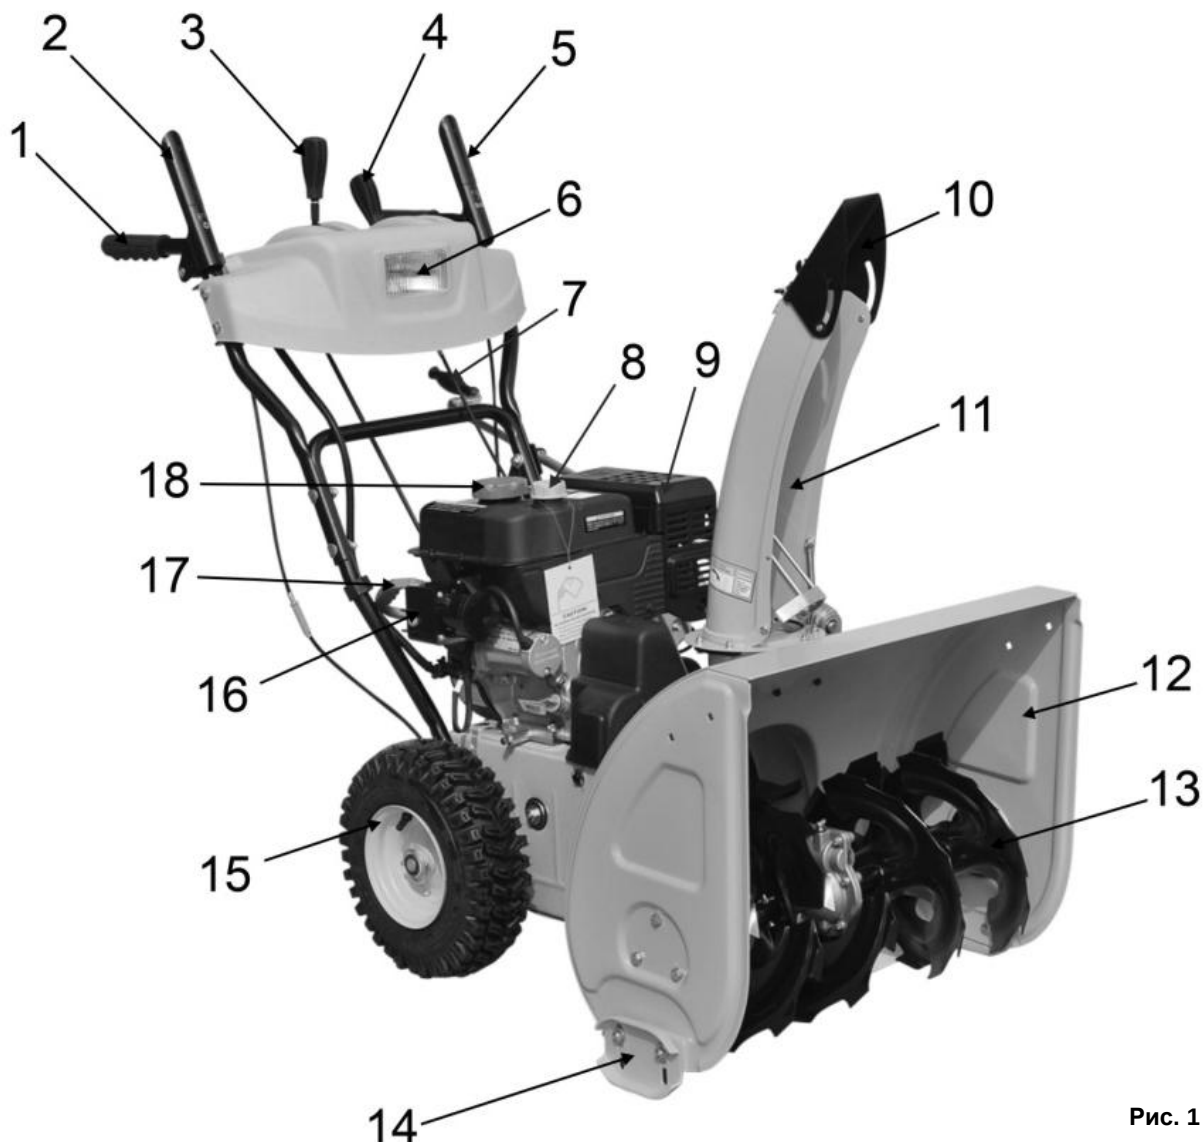

Рис. 1
- Снегоуборщик вращением лопастей шнека (13)(См. Рис.1) убирает снежный покров с ровных площадей, и через снегоотвод (11) выбрасывает его в выбранную сторону.
- Шнек (13)(См. Рис.1) - винтовой механизм в виде стержня с наклонными лопастями, приводимый в действие двигателем. Шнек захватывает, и транспортирует снежную массу внутрь снегоуборщика на вращающуюся крыльчатку (импеллер), далее снежная масса выбрасывается в необходимую сторону (влево или вправо), через поворачиваемый желоб (снегоотвод).
- Выбор направления отвода снега устанавливается вручную поворотом рукоятки (7)(См. Рис.1).
- Снегозаборник (12)(См. Рис.1) служит для захвата снега и направления его потока в рабочую зону снегоуборщика (на шнек).
- Фара (6)(См. Рис.1) служит для освещения рабочей зоны в условиях недостаточной видимости.
Рычаг привода колес (2)(См. Рис.1; 2)
- При нажатии рычага привода колес (2), включается система привода, и снегоуборщик начинает движение.
- При отпускании рычага привода колес (2), привод отключается, и снегоуборщик прекращает движение.
Рычаг переключения скоростей (3)(См. Рис.1)
- Для изменения скорости и направления движения: остановите снегоуборщик и вращение шнека, переведите рычаг (3)(См. Рис.1) в соответствующее выбранному режиму движения положение.
Рычаг изменения дальности выброса снега (4)(См. Рис.1; 2)
- Рычаг (4) изменяет положение угла наклона дефлектора (отражателя) снегоотвода
- Для регулировки дальности выброса снега установите рычаг (4)(См. Рис.1) в требуемое положение.
Рычаг привода шнека (5)(См. Рис.1; 2)
- При нажатии рычага привода шнека (5), включается система привода, и лопасти шнека (13)(См. Рис.1) начинают вращение.
- Установите желоб снегоотвода (11)(См. Рис.1) на выпускной канал импеллера.
- Совместите витки спирали рукоятки поворота снегоотвода (7)(См. Рис.1; 5) с прорезями фланца желоба.
- Установить в отверстие на рычаге управления (2; 4)(См. Рис.1) верхний Z-образный конец троса (22)(См. Рис.6).